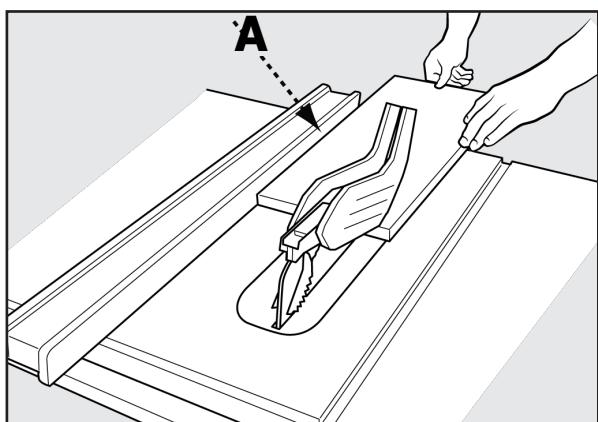

FIGURE 27
- Tenir la pièce à plat sur la table et contre le guide (A). La pièce doit avoir un bord droit contre le guide et ne doit pas être déformée, tordue ou courbée. Voir la bonne position des mains à la figure 27.